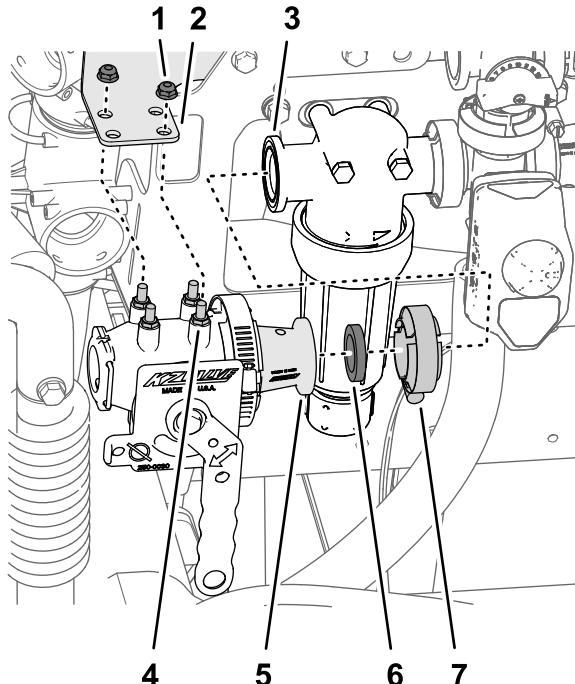

Figura 7
- Alinhe a flange do adaptador do redutor (válvula do misturador) com a flange da cabeça do filtro de pressão (Figura 7) com a junta que retirou no passo 2 de Retirar os tubos (página 5).
3. Alinhe os pinos da cabeça do filtro de pressão através dos furos no suporte de montagem da válvula (Figura 7).
4. Monte a flange do adaptador do redutor na flange da cabeça do filtro de pressão (Figura 7) com a braçadeira flangeada que retirou no passo 2 de Retirar os tubos (página 5).